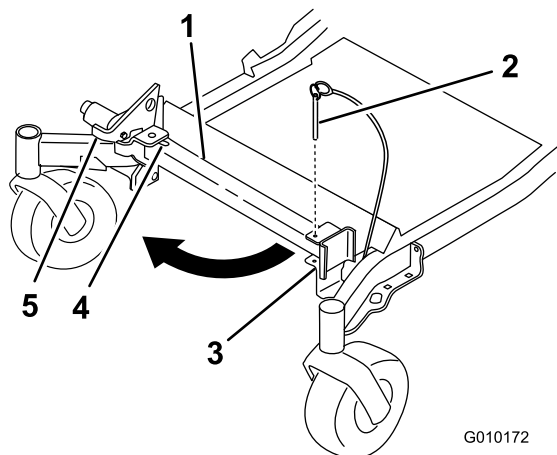
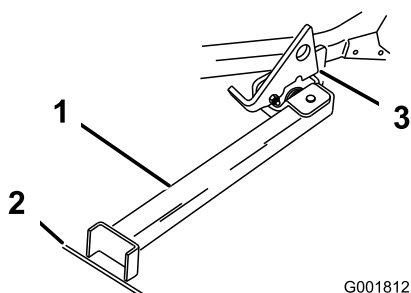

Figure 40
Figure 41
2. Retirez la goupille du support (Figure 40).
3. Soulevez le verrou. Dépliez le pied du support et poussez le support vers la machine dans la base de la fente (Figure 40 et Figure 41).
4. Posez le pied du support sur le sol et appuyez le verrou sur la languette de pivot (Figure 41).
**Remarque:** Pour obtenir de meilleurs résultats, placez le pied du support dans des fissures du trottoir ou du gazon (Figure 41).
6. Montez la machine sur le support. Arrêtez-vous quand le verrou retombe sur la languette en position verrouillée (Figure 41). Une fois la machine en place sur le support, serrez le frein de stationnement et coupez le moteur.
5. Ramenez le support à sa position de repos (Figure 40).